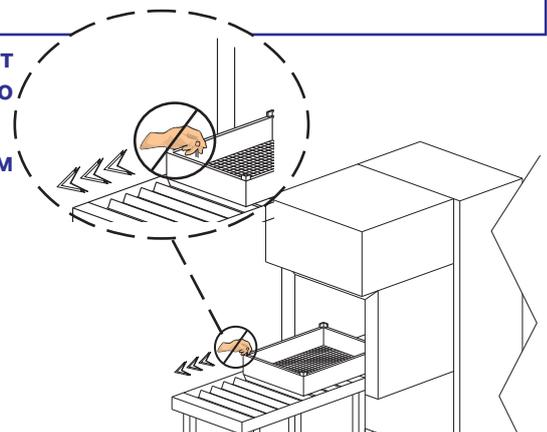

рис. 5
**Запрещается вынимать корзину из машины до того как она выйдет из туннеля и просовывать кисти рук или руки внутрь машины во время ее работы (см. рис. 5).**